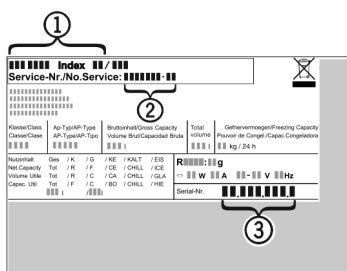

Fig. 15
- ▶ Očitajte naziv uređaja Fig. 15 (1), servisni broj Fig. 15 (2) i serijski broj Fig. 15 (3) s tipske pločice. Tipska pločica nalazi se na lijevoj unutarnjoj strani uređaja.
- ▶ Obavijestite službu za kupce i javite im kvar, naziv uređaja Fig. 15 (1), servisni broj Fig. 15 (2) i serijski broj Fig. 15 (3).